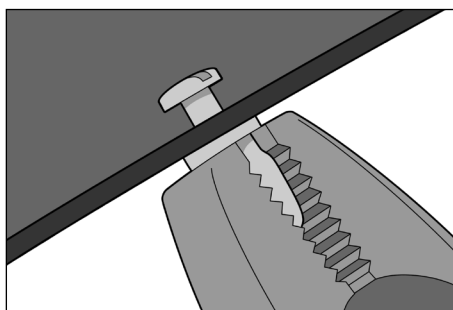

图 15
4. 小心地将配件与孔对齐并将销钉颈部插入孔中。(图 15)。